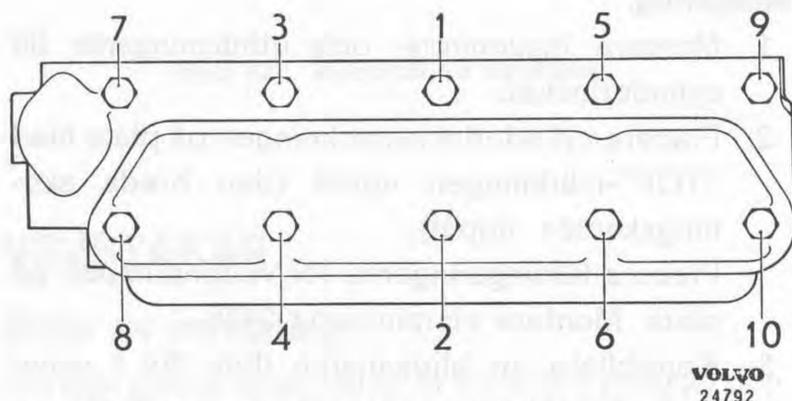
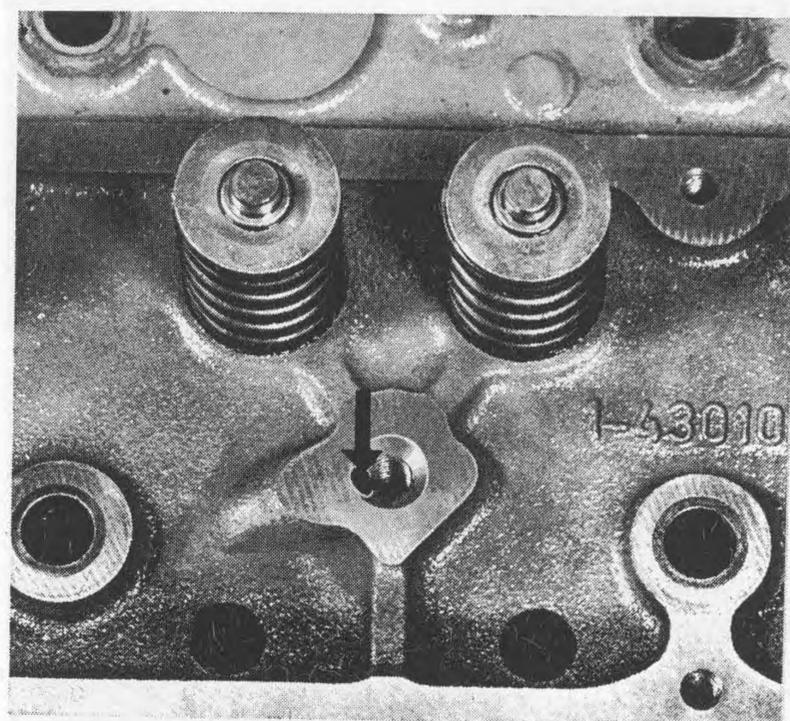

Bild 28. Åtdragningsföljd för cylinderlocksskruvar, B 20
Bild 30. Oljehål i cylinderlock
Cylinderlocket monteras med hjälp av styrypinnar 2435. Skruvarna måste dras i bestämd ordningsföljd enligt bild 28 resp. 29, för att onödiga spänningar ska undvikas. Kontrollera att oljehålet bild 30, för smörjning av vipparmarna är öppet.
3. Kontrollera att oljekanalerna (bild 30) i cylinderlocket, för vipparmsmekanismen, är ren.
4. Placera cylinderlocket på plats. Montera skruvarna och ta bort styripinnarna. Cylinderlocks-kruvarna ska dras i tre steg — 1:a steget: 40 Nm (4,0 kpm), 2:a steget 80 Nm (8,0 kpm) och tredje steget efter varmkörningen enligt punkt 17. Skruvarna ska dras i ordningsföljd enligt bild 28 resp. 29.